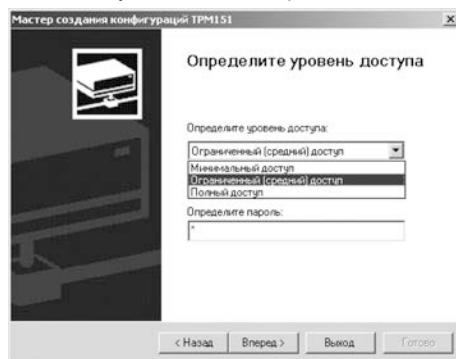

Рисунок 8.2
**Если модификация успешно считана**, на экране появится окно с приглашением выбрать уровень доступа (см. рисунок 8.2).
Выбирается модификация прибора («Модификация № 3»). Нажимается кнопка [Вперед>] – открывается окно с приглашением выбрать уровень доступа (рисунок 8.2). Определяется переходите к п. 4.